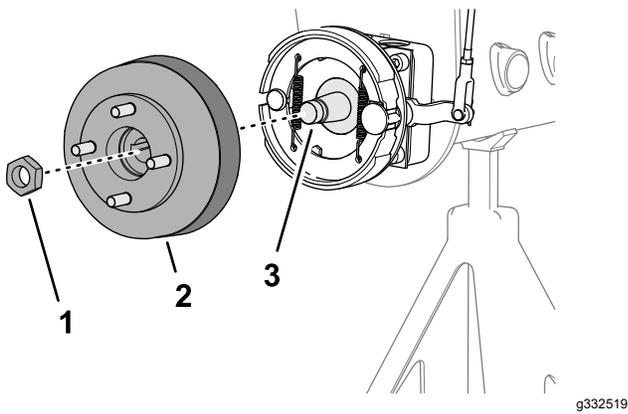
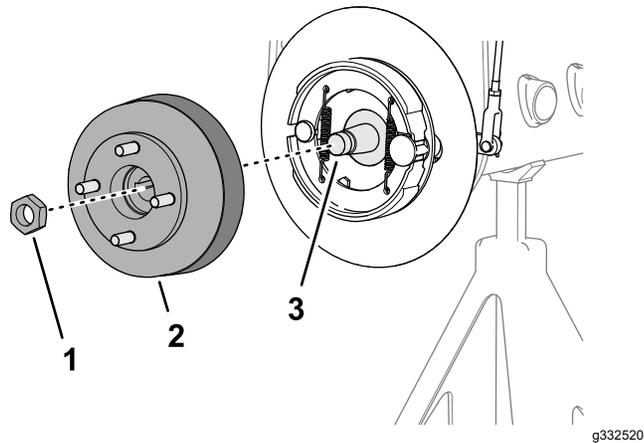

图 74
图 75
3. 将轮毂和制动鼓组装到车轮马达轴上图 74 或图 75。
- 4. 用锁紧螺母将轮毂固定到轴上 图 74或 图 75 并用手拧紧。